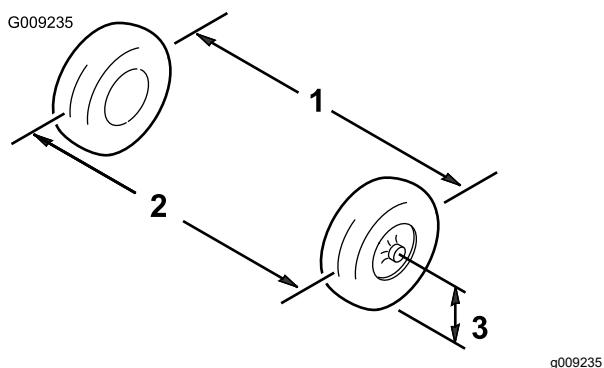

図 44
2. 前輪の前と後ろで、左右のタイヤの中央線距離を測る計測はアクスルの高さで行う(図 44)。